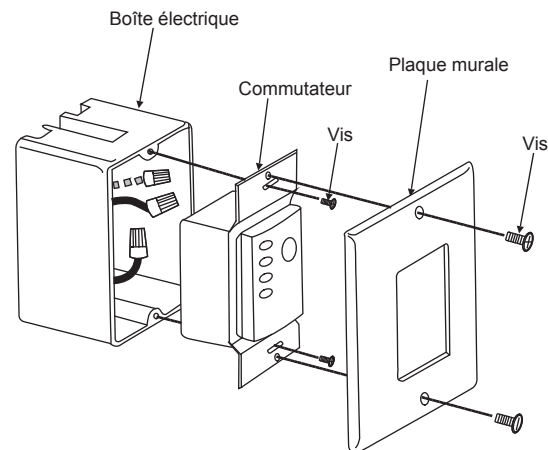

Fig. 24
**Étape 2.** Installez la plaque murale sur la boîte à prises existante à l'aide des vis fournies (Fig. 24).